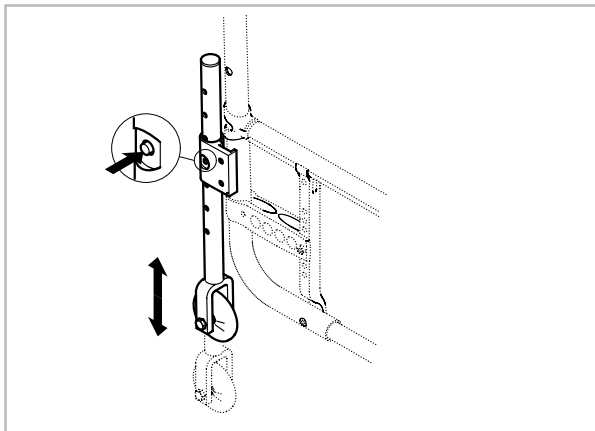

Figura 17
- Portare le ruote da transito nella posizione di innesto, premendo il perno fino a che si riesce a tirare in basso il tubo. Premere anche il secondo perno e continuare a tirare in basso il tubo fino a che il perno si incastra nell'incavo (Figura 17).